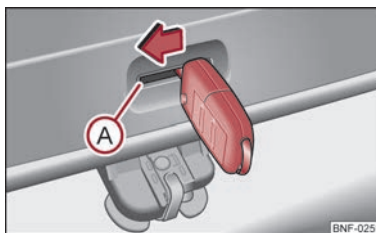

Fig. 15 Nødoplåsning af bagklappen
- Stik bilnøglen eller et lignende værktøj helt ind i åbningen A ⇒ Fig. 15 i bagklapbeklædningen.